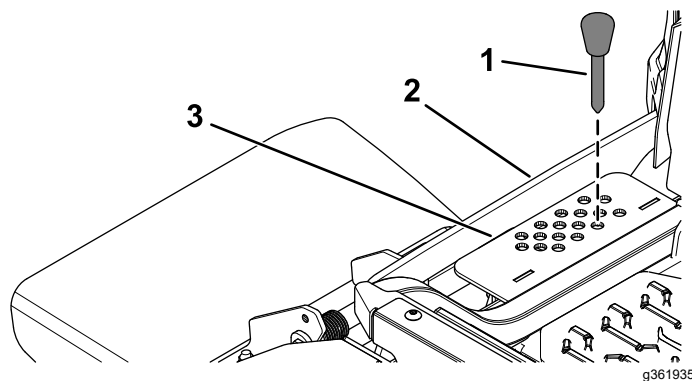

Figure 24
2. Placez l'axe de chape dans le trou du support correspondant à la hauteur de coupe voulue (Figure 24).
3. Appuyez sur le bas de l'interrupteur de levage du plateau jusqu'à ce la tringlerie de hauteur touche légèrement la goupille de hauteur de coupe (Figure 24).